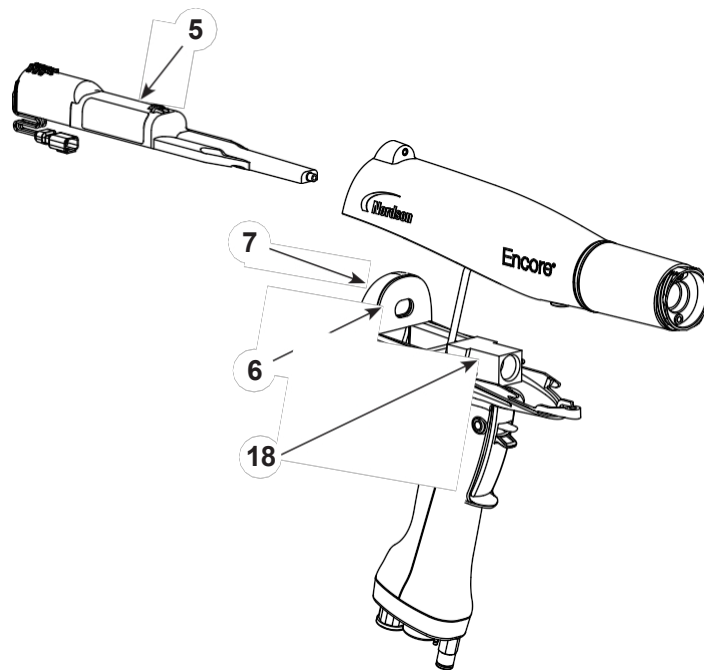

图 14 从枪身卸下 电源
1. 见图 14。将供电电源 (5) 从枪体中推出。
2. 检查隔板 (7) 背面的垫圈 (6)。如果已损坏，请更换。隔板垫片用压敏胶固定在隔板上。
5. 见图 14。将弯头安装到进气管上，如图所示，末端朝向喷枪前部。
1. 见图 14。将枪体与手柄对准并滑动到一起，使枪体的内肋与手柄的卡舌啮合。